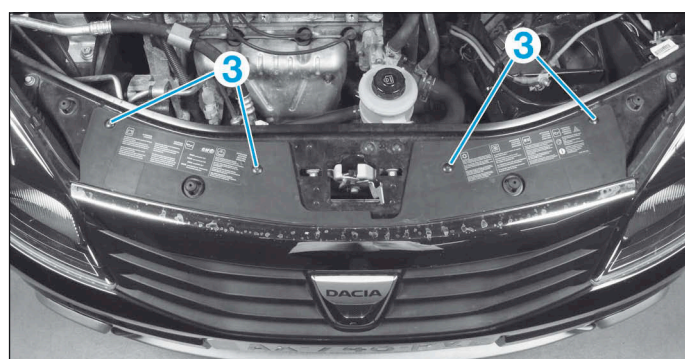

FIG.59
- Déposer les vis (3) (Fig.59).